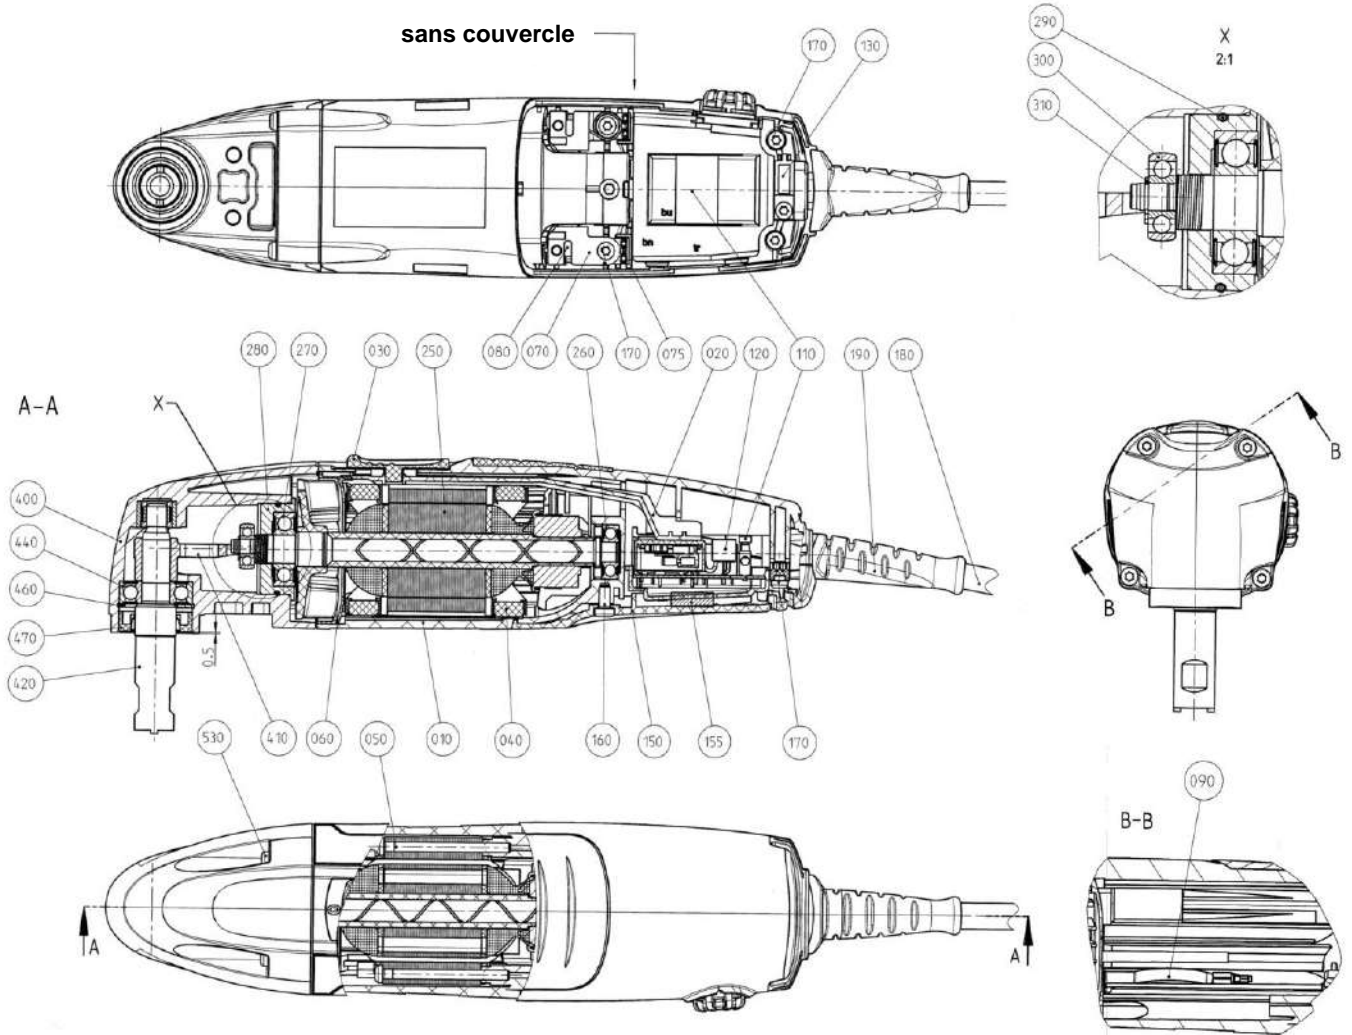
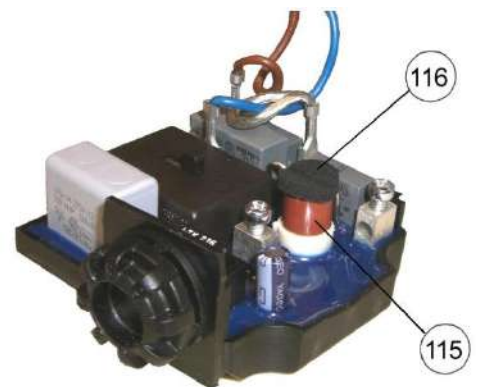

Fig. 7:
Fig. 9:
- En cas de surcharge du moteur, l'appareil s'arrête automatiquement. Le fusible (Cf. fig. 9 page 33, Pos. 115) se trouve sur la platine électronique (Cf. fig. 7 page 33, Pos. 110) et peut être remplacé très rapidement en dévissant le boîtier.
Les positions se réfèrent aux fig. 7 à 9, page suivante.